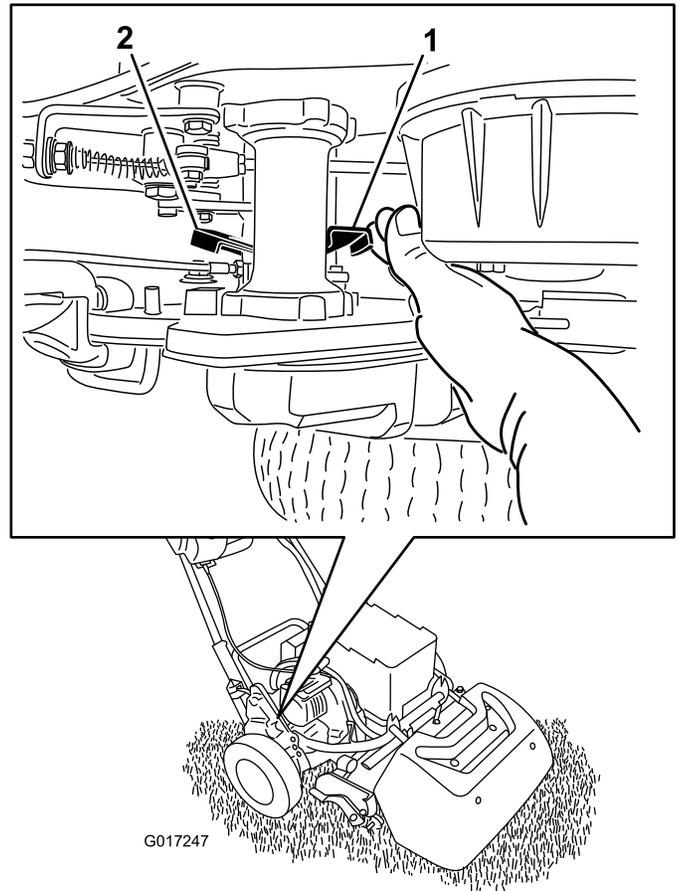

Figura 33
1. No canto posterior direito da máquina, localizar a alavanca de engate/desengate da tracção ao lado do tambor da transmissão (Figura 33).